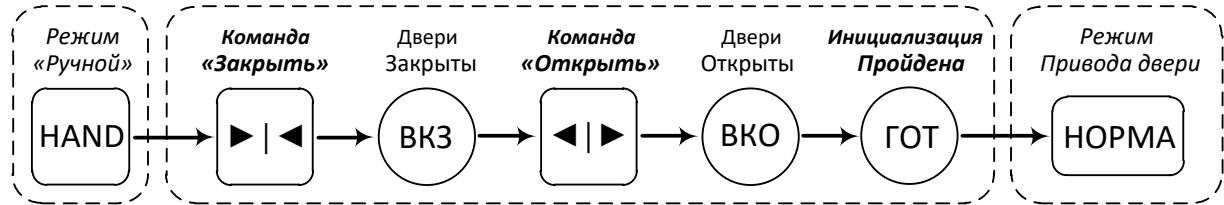

Рисунок 4 - Порядок проведения инициализации
1.13.3 Перевести ПУ в «Ручное управление» (п. 1.6.3) и провести инициализацию БУ по одному из вариантов рисунок 4.